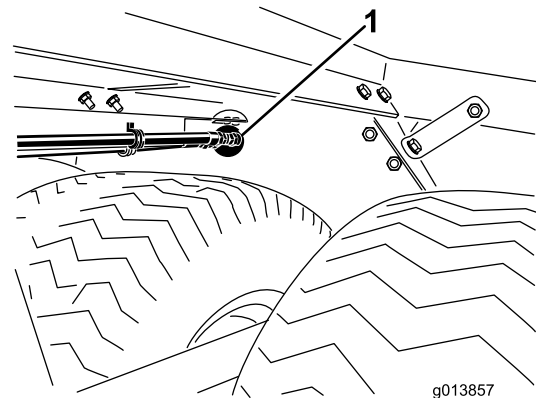

Bild 2
5. Stellen Sie sicher, dass die Zulauf- und Auslaufanschlussstücke und die Befestigungshalterung der Schlauchführung ungehindert in die runden Löcher in der Chassisrückwand des ProPass passen (Bild 2).